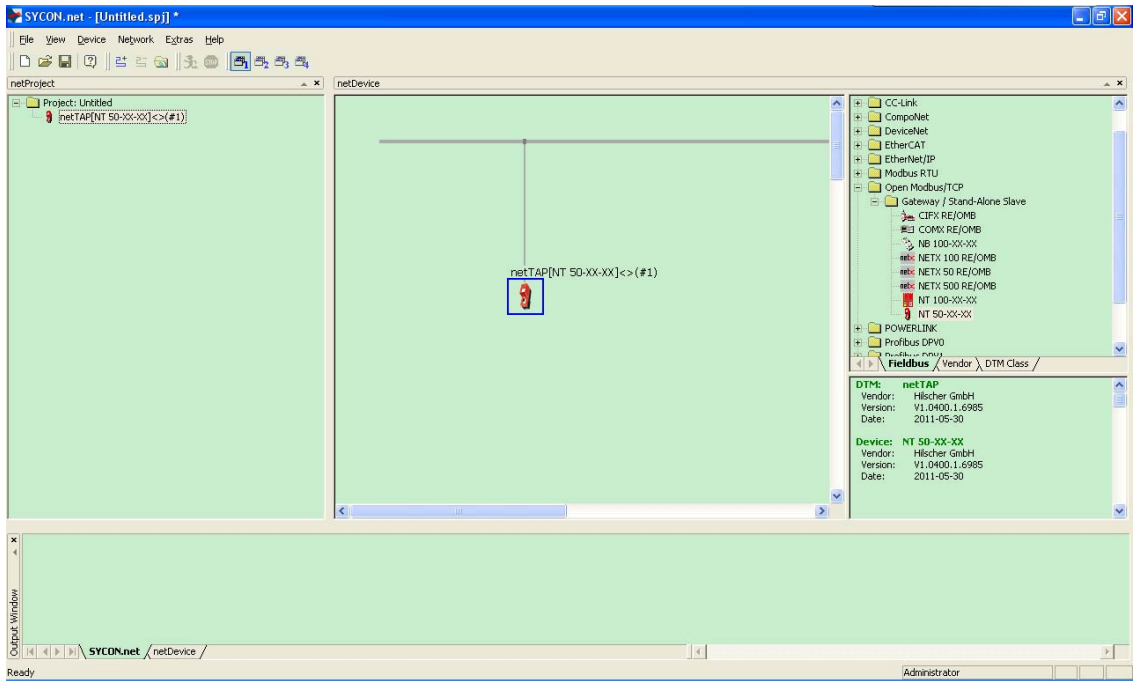

图 18
2) 在软件界面右侧选择Fieldbus栏，将“Open Modbus/TCP”（或“PROFIBUS DPV0”）“Gateway / Stand-Alone Slave”文件夹展开，将HK50图标拖放至界面中间的灰线处，如图18所示：